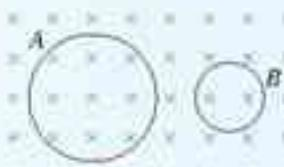

图4.4-7 两线圈中感应电动势之比、感应电流之比各是多少?
6. 如图4.4-7所示, A、B两个闭合线圈用同样的导线制成, 匝数均为10匝。半径 $R_A = 2R_B$, 图示区域内有匀强磁场, 且磁感应强度随时间均匀减小。